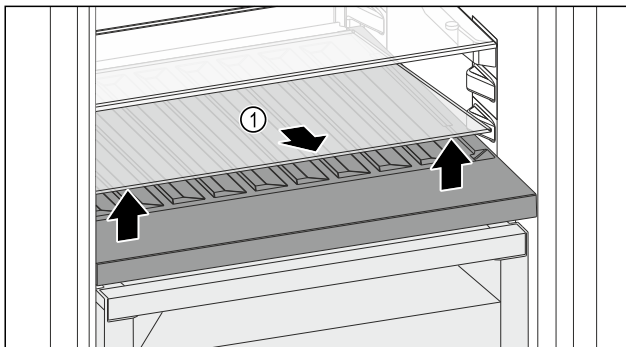

Fig. 120
- ▶ Glasplatte Fig. 120 (1) an der Aussparung vorne anheben und herausnehmen.
- ▶ Glasplatte Fig. 120 (1) außerhalb des Geräts sicher aufbewahren.